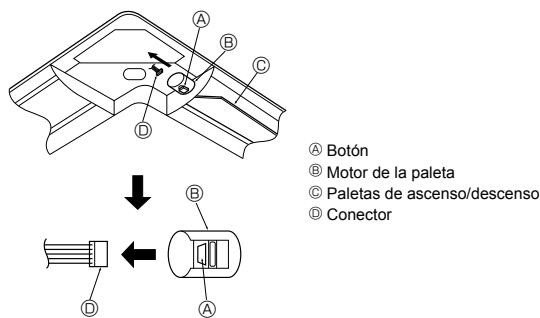

Fig. 5-11
5.7. Bloqueo de la dirección del flujo de aire de ascenso/descenso (Fig. 5-11)